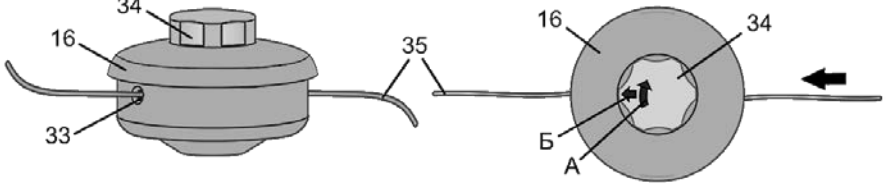

Рисунок 10
5.3 Заміна різальної жилки в котушці (дивіться рисунок 10)
- Прокручіть головку (34) котушки (16) в напрямку стрілки (А) до тих пір, доки стрілка (Б) не буде збігатися з одним з отворів (33) на корпусі котушки.
- Просуньте різальну жилку (35) крізь отвір (33) у напрямку стрілки (Б) поки кінець жилки не з'явиться в отворі з протилежного боку і протягніть жилку крізь котушку на половину довжини жилки.
- Прокручуючи головку (34) котушки в напрямку стрілки (А), намотайте жилку. Довжина виходу кінців жилки з котушки з кожного боку не повинна перевищувати 15-17 см.